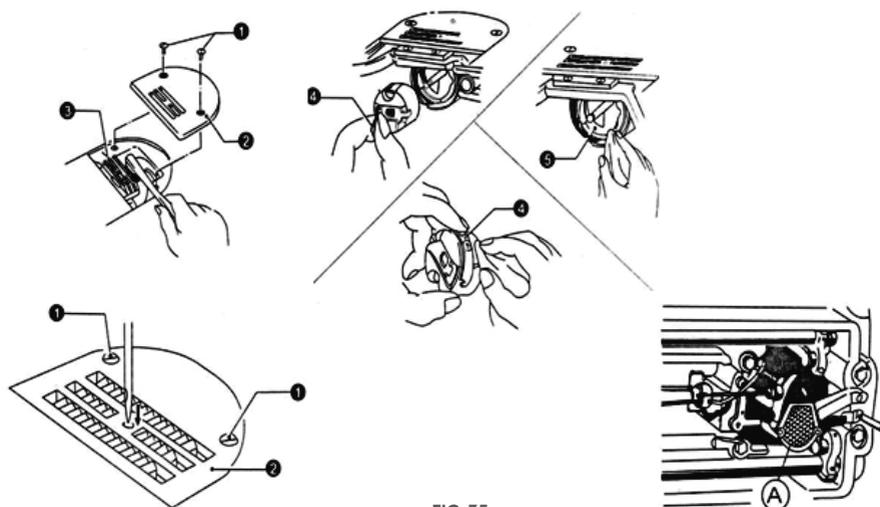

FIG. 35
(1) A folga entre a faca fixa ① e a faca móvel ② deve ser de 0,3 mm
(2) Ajuste a posição ilustrada pela (Fig. 35)
(3) Mova o abridor da caixa da bobina e ajuste o suporte da faca fixa.